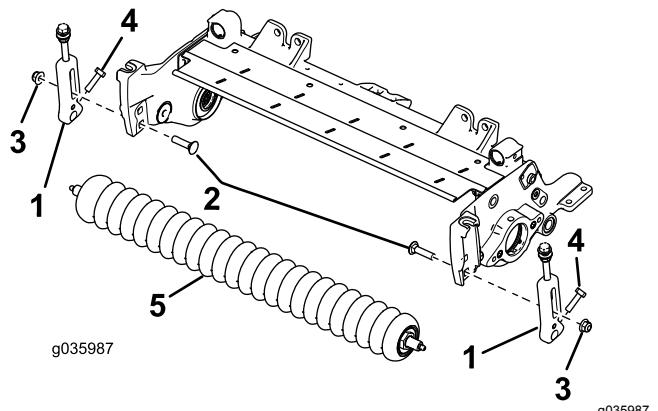

Figure 2
3. Desserrez les vis qui fixent les supports de hauteur de coupe à l'arbre du rouleau avant (Figure 2).
4. Déposez les supports de hauteur de coupe et le rouleau avant existants des plaques latérales de l'unité de coupe (Figure 2).
2. Retirez les boulons de carrosserie et les contre-écrous qui fixent les supports de hauteur de coupe aux plaques latérales de l'unité de coupe (Figure 2).